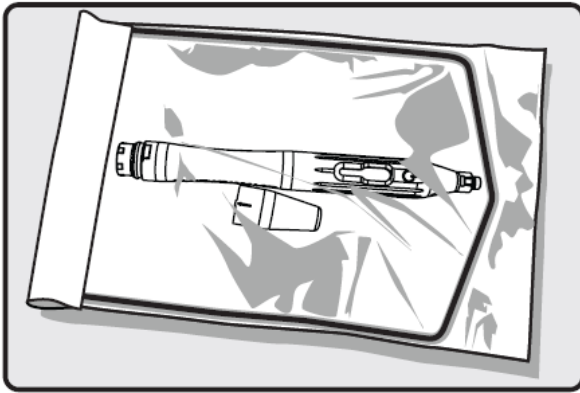

Abbildung 13: Sterilisation der äußeren Hülle
- Sicherstellen, dass die äußere Hülle und Endkappe voneinander getrennt sind. Die saubere Hülle und Endkappe, wie in *Abbildung 13* gezeigt, in einen geeigneten Autoklavierbeutel geben.
- Abbildung 13: Sterilisation der äußeren Hülle